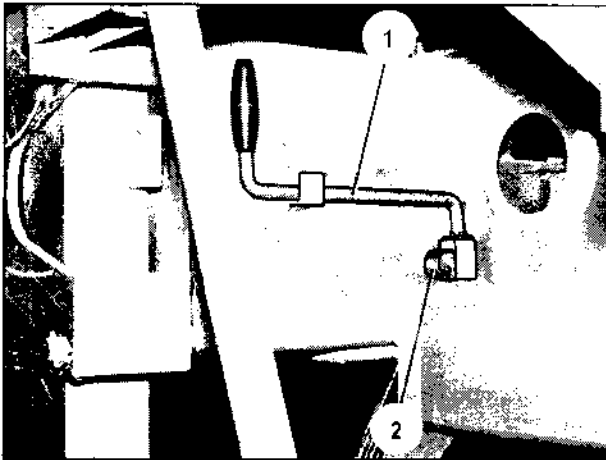

Bild 29
6. Klemmfeder (Bild 29/2) anziehen und Handkurbel (Bild 29/1) aus der Halterung am rechten Querträger nehmen. Handkurbel auf den Zapfen der Anhängerstütze stecken und Anhängerstütze auf die Bodenplatte herunterkurbeln.